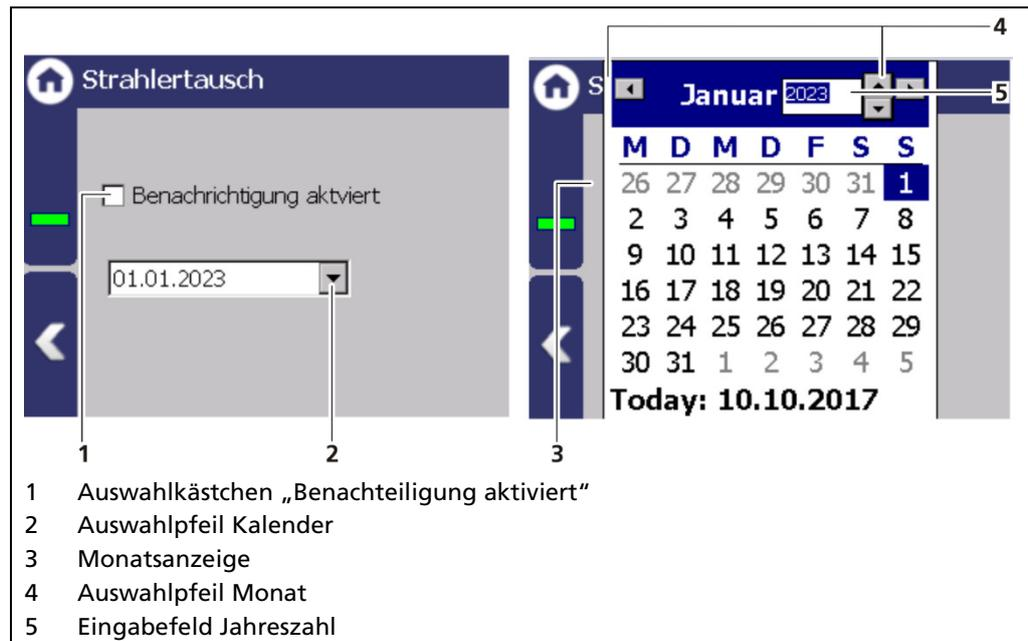

Abb. 110 Strahlertausch
1. Aktivieren Sie das Auswahlkästchen (Abb. 110, Pos.1).
2. Klicken Sie auf den Auswahlpfeil (Abb. 110, Pos. 2), um das Datum einzustellen.
3. Klicken Sie auf das Jahr (Abb. 110, Pos.3), um mit den Pfeiltasten das Jahr auszuwählen.